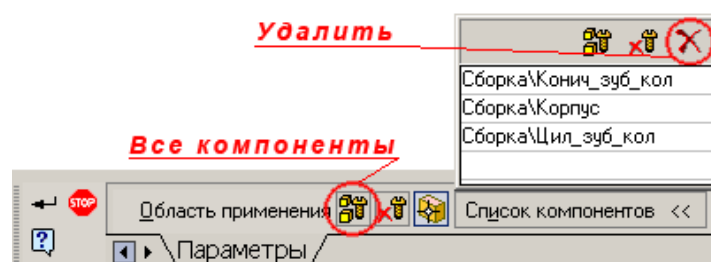

Рисунок 8.18 – Вилучення компонентів збирання, які не ріжуться
3. Відомо, що суцільні тіла, стандартні вироби не ріжуться, тому, натисніть кнопку **Область застосування**. Виберіть команду **Все компоненти**, у результаті у вікні **Список компонентів** відобразяться всі моделі, за допомогою команди **Вилучити** вилучіть зі списку моделі, які не повинні бути розрізані. Завершіть команду (рис. 8.18).